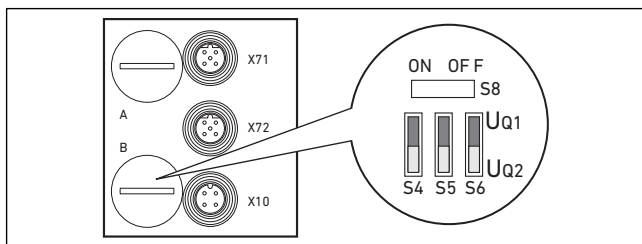

Fig. 9 : Commutateurs S4, S5, S6 destinés à l'affectation des tensions d'alimentation des distributeurs (U_{Q1} , U_{Q2})
Les commutateurs S4-S6 destinés à l'affectation de l'alimentation des distributeurs se trouvent sous le vissage PG **B** (voir Fig. 9). A chaque commutateur sont affectés :
1. Ouvrir le capuchon fileté inférieur **B** (voir Fig. 9 à la page 181).
2. A l'aide des commutateurs S4, S5 et S6, attribuer à chaque groupe de distributeurs une des deux tensions d'alimentation U_{Q1} ou U_{Q2} (voir Tab. 14 et Fig. 9 à la page 182).